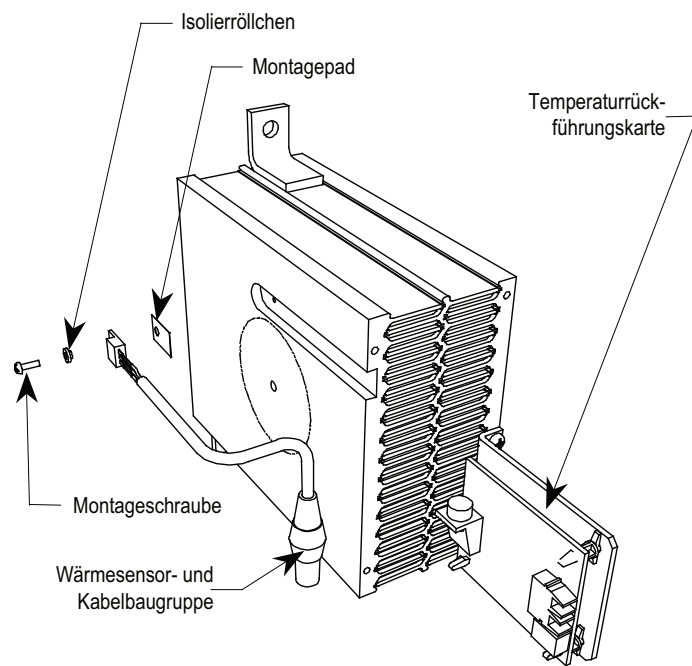

Abbildung 37 – Auswechseln von Wärmesensoren (Standardmodell)
11. Beachten Sie die geringe Spannungsdifferenz zwischen dem Wärmesensor und seinem Kühlkörper. Um einen ordnungsgemäßen Betrieb zu gewährleisten, montieren Sie das kleine Isolationspolster zwischen dem Wärmesensor und dem Kühlkörper und die Isolationsbuchse zwischen der Montageschraube des Wärmesensors und dem Wärmesensor (siehe Abbildung 37).